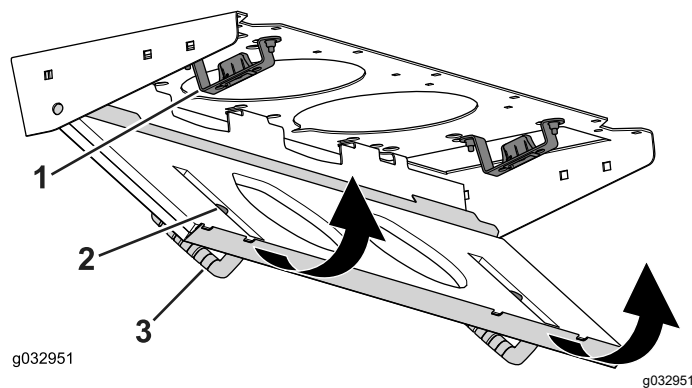

図 61
4. フィルタスクリーンを回転させてラッチをラッチ取り付けアセンブリにロックする 図 61。